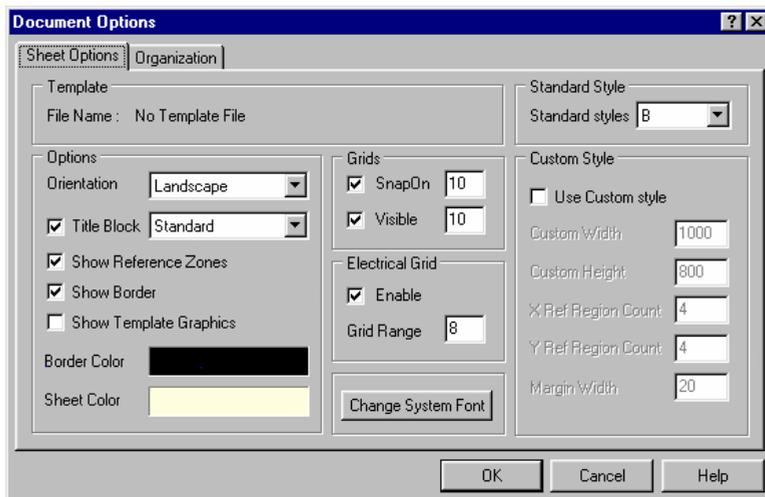

Рисунок. 2.42. Традиционный способ настройки сеток редактора схем.
2. Изменить настройки сеток в поле **Grids** вкладки **Sheet Options** (рис. 2.42).